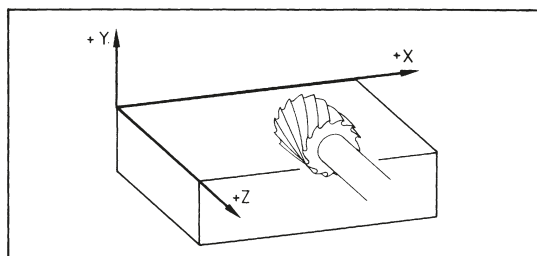

Bild 4: Fräsbearbeitung mit einer Universal-Werkzeugfräsmaschine
1. Bei Universal-Werkzeugfräsmaschinen werden die Bewegungsachsen auf die waagrecht liegende Arbeitspindel bezogen (Bild 4).